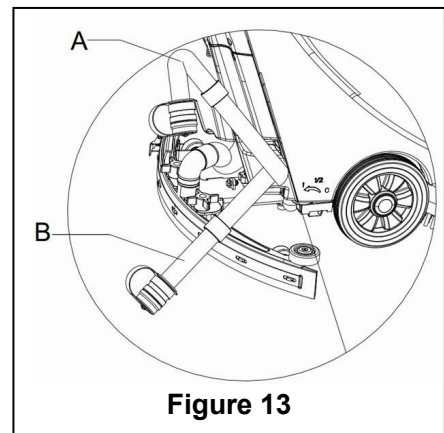

Figure 13
2. En utilisant la poignée de la raclette (14), soulevez la raclette.
4. Saisissez le guidon (2) et inclinez légèrement la machine vers l'arrière jusqu'à ce que la roue de guidage touche le sol. (Pour arrimer la machine, veuillez consulter les procédures de la partie arrêt de la machine.)
5. Retirez le tuyau de vidange du clip de fixation, pliez l'extrémité supérieure du tuyau de vidange (comme indiqué en **A**, **Figure 13**) puis ouvrez le bouchon du tuyau de vidange et abaissez le tuyau de vidange en position basse ou au sol pour vidanger l'eau. Vous pouvez également placer directement le tuyau de vidange en position basse ou au sol pour que la sortie d'eau soit orientée vers le bas (comme indiqué en **B**, **Figure 13**) puis tournez pour ouvrir le bouchon de vidange d'eau afin d'évacuer les eaux usées du réservoir. Une
Lors de la vidange des eaux usées, le flexible d'aspiration pour les déchets doit être plié ou abaissé à une position plus basse (comme représenté dans la Figure 13 A ou B) puis ouvrez le bouchon du flexible d'aspiration afin de vidanger l'eau. N'orientez pas la sortie du flexible d'aspiration pour les déchets vers le haut pour vidanger l'eau verticalement. Ceci afin d'éviter que les eaux usées se déversent sur l'opérateur.